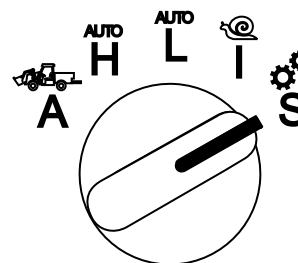

Figure 18
1. Tournez le sélecteur de mode à la position S (Figure 18).